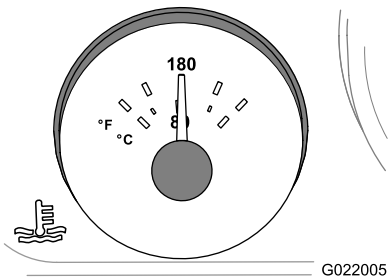

Figure 83
E. Faites tourner le moteur pendant 5 minutes ou jusqu'à ce que le thermomètre de liquide de refroidissement au tableau de bord indique 82 °C (180 °F), puis coupez le moteur (Figure 83).